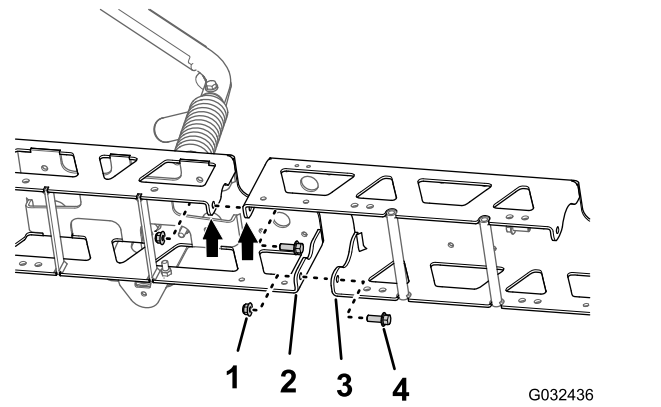

Figura 52
2. Sujete provisionalmente la extensión del brazo central al perfil del travesaño (Figura 52) con los 2 pernos con arandela prensada (3/8" x 1") y las 2 contratuercas con arandela prensada (3/8") que retiró en el paso 1 de Separación de los perfiles de la sección de fumigación central (página 25).
3. Alinee los orificios de las pestañas verticales de la extensión del brazo central con los orificios del otro perfil del travesaño (Figura 52).
4. Ensamble provisionalmente la extensión del brazo central al otro perfil del travesaño (Figura 52) con los 2 pernos con arandela prensada (3/8" x 1") y las 2 contratuercas con arandela prensada (3/8") del kit de acabado del sistema de fumigación GeoLink (Figura 52).
1. Alinee los orificios de las pestañas verticales de la extensión del brazo central con los orificios del perfil del travesaño (Figura 52).